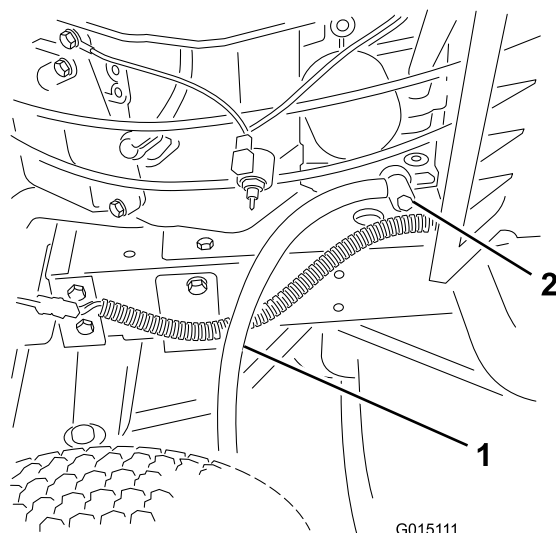

Figura 18
6. Collocate una bacinella sotto il tappo di spurgo dell'olio, inserite il tubo di spurgo dell'olio nel tappo di spurgo e aprite il tappo girando il dado sull'estremità in senso antiorario (Figura 18).